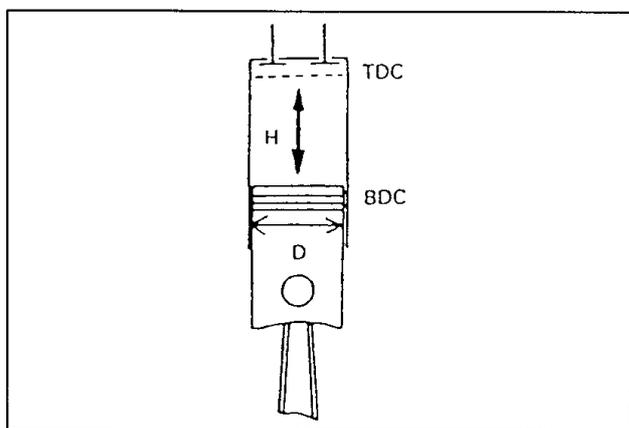

Рис. 1.
- (1) Диаметр \times ход означают внутренний диаметр цилиндра (D) и перемещение поршня (H)
- (2) Термин "длинноходный двигатель" относится к двигателю, у которого ход поршня (H) больше диаметра цилиндра (D)
- (3) Термин «квадратный» относится к двигателю, у которого ход поршня (H) равен диаметру цилиндра (D) - Рис. 1.
- (4) Степень сжатия определяется из соотношения: $(V_c + V)/V_c$
- (5) В общем, из двух двигателей с равными рабочими объемами, мощнее тот, у которого меньше степень сжатия.